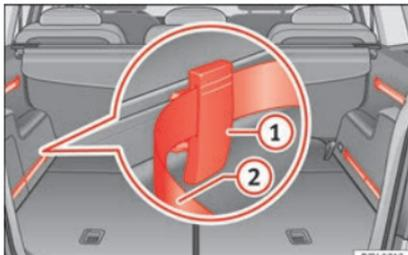

Abb. 169 Im Gepäckraum: System mit Schienen, verschiebbaren Fixierelementen ① und verstellbarem Spannbänder ②.
- Fixierelement mit den Rillen nach oben » Abb. 169 ① von oben in die Schiene einsetzen und unten andrücken.